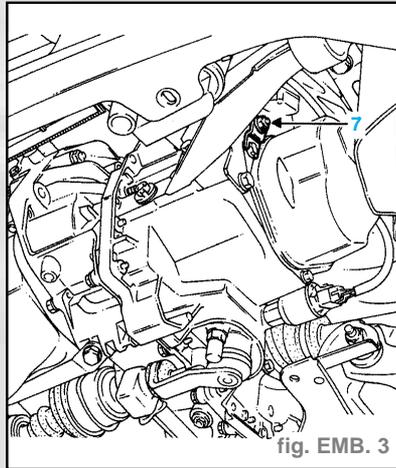

fig. EMB. 3
- Déposer la vis (7) de fixation du vérin sur boîte (fig. EMB.3).